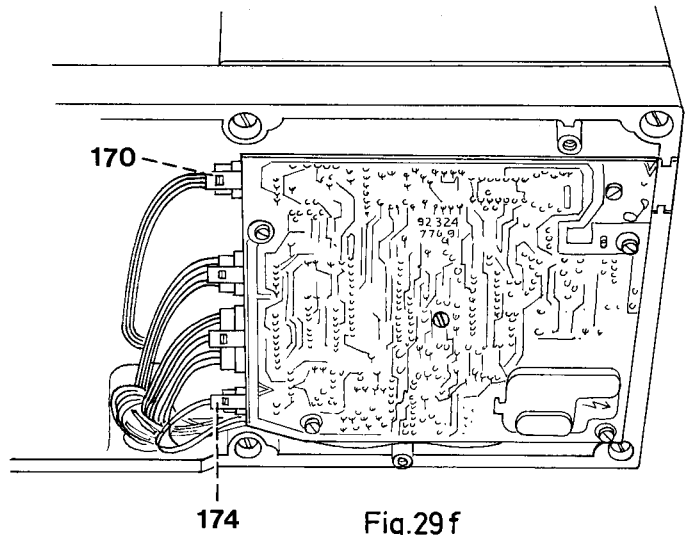

Fig. 29f
- Reposer la plaque fondamentale et brancher tous les câbles (fig. 29f).